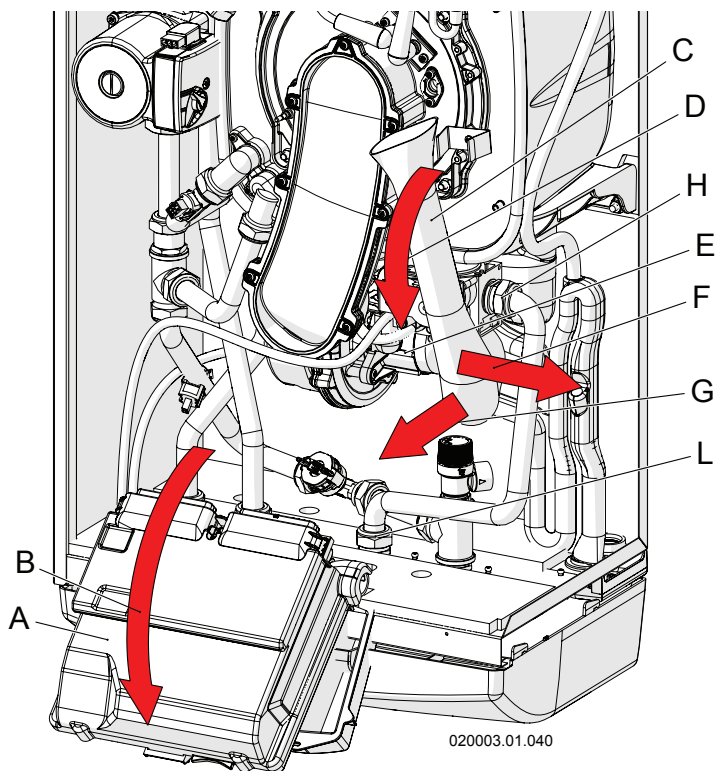

Figure 6-3 - Démontage collecteur air
- 6.- Retirer le collecteur d'air en prenant soin de le faire pivoter à l'extérieur, puis l'extraire par l'entrée du ventilateur (voir la Figure 6-3, élément « C »);
- 7.- Démontez le tuyau d'amenée du gaz au moyen des deux raccords (voir la Figure 6-3, éléments « H » et « L »);
- 12.- Remonter le tuyau d'amenée du gaz au moyen des deux raccords (voir la Figure 6-3, éléments « H » et « L »);
- 13.- Retirer le collecteur d'air (voir la Figure 6-3, élément « C »);